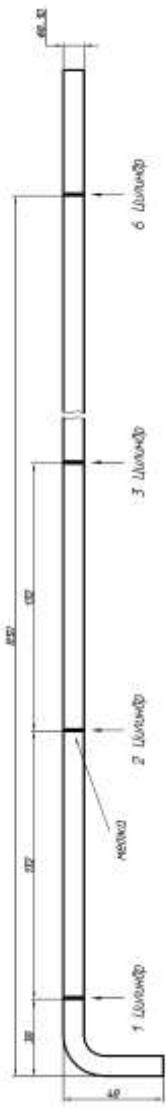
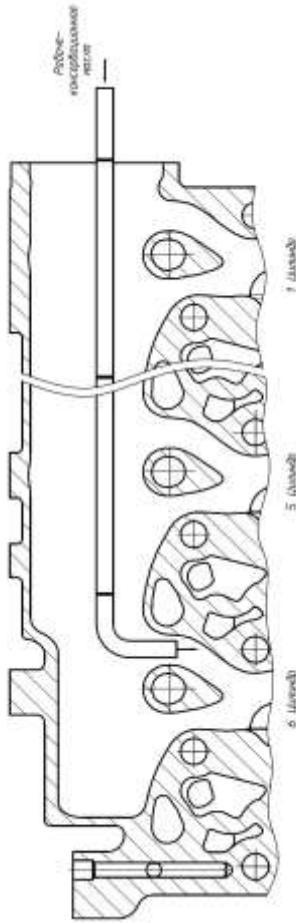

Рисунок 51 – Специальное приспособление (трубка) для заливки в цилиндры рабоче-консервационного масла
Рисунок 52 – Схема заливки рабоче-консервационного масла в цилиндры двигателя
- 11) Залить по 40-60 мл рабоче-консервационного масла, нагретого до температуры 40-60°C (с присадкой ANTICORIT) или 70–100°C (с присадкой АКОР-1) в каждый цилиндр через впускной канал с помощью специального приспособления (см. рисунок 51), совместив метки на приспособлении с торцом головки цилиндров (см. рисунок 52);